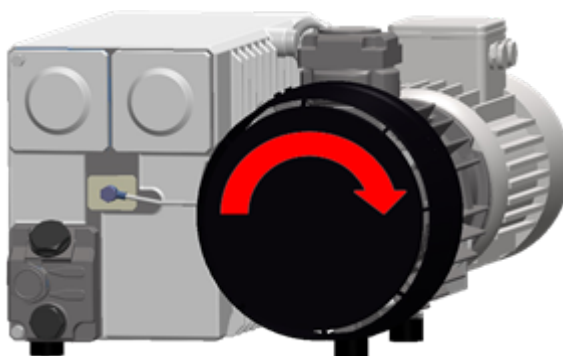

Figura 3: Dirección de rotación de la bomba de vacío
4. Compruebe que la dirección de rotación de la bomba del modelo de tres fases es correcta. Consulte *Figura 3: Dirección de rotación de la bomba de vacío* en la página 27.